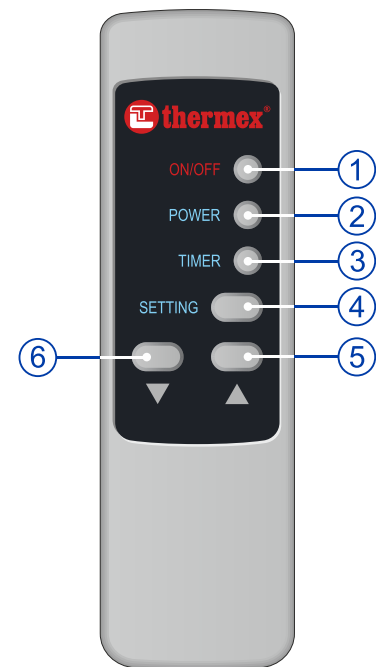

Рисунок 4. Пульт дистанционного управления моделей ID
7.2.6. Пульт дистанционного управления (Рис. 4)
Рисунок 4: 1 – кнопка “ON/OFF” Вкл./Выкл, 2 – кнопка “Power”/ выбор мощности, 3 – кнопка “Timer” / режим таймера, 4 – кнопка “Setting”/ выбор, 5 – кнопка увеличение, 6 – кнопка уменьшение.
Кнопка “Power” (Рис. 4, п.2), на пульте управления позволяет менять режимы мощности между “Single Power” и “Doble Power”. Кнопка “Setting” (Рис. 4, п.4), соответствует клавиша “>”, панели управления, кнопка “Timer” соответствует кнопке “<”, а кнопка “On/Off”(Рис.4, п.1) соответствует кнопке “Θ”. С помощью кнопок “▲”(Рис. 4, п.5) и “▼”(Рис. 4, п.6) производится установка параметров.